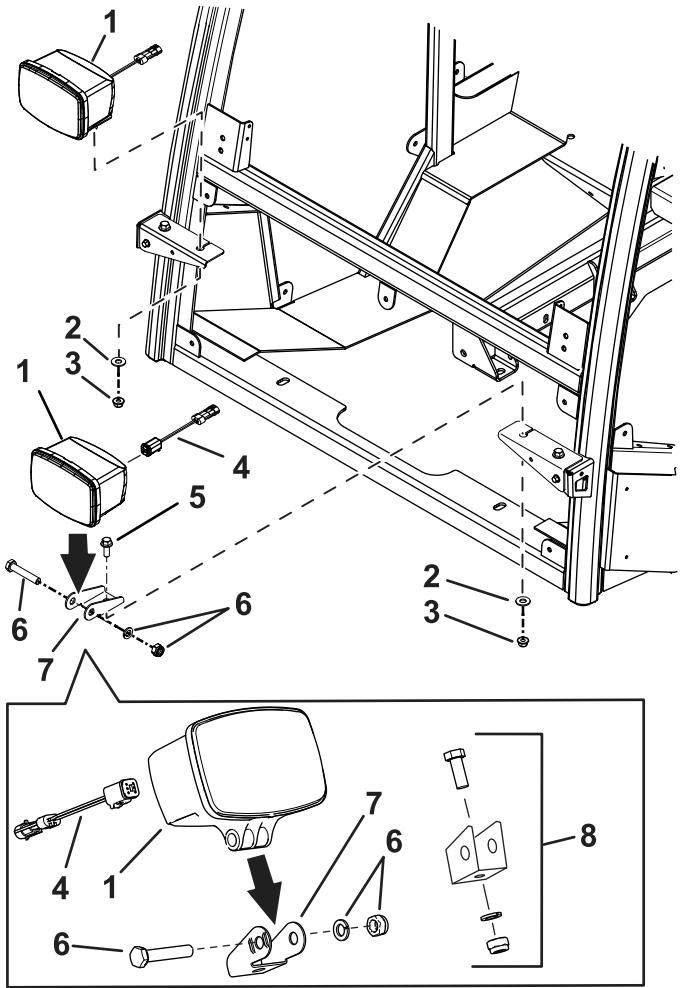
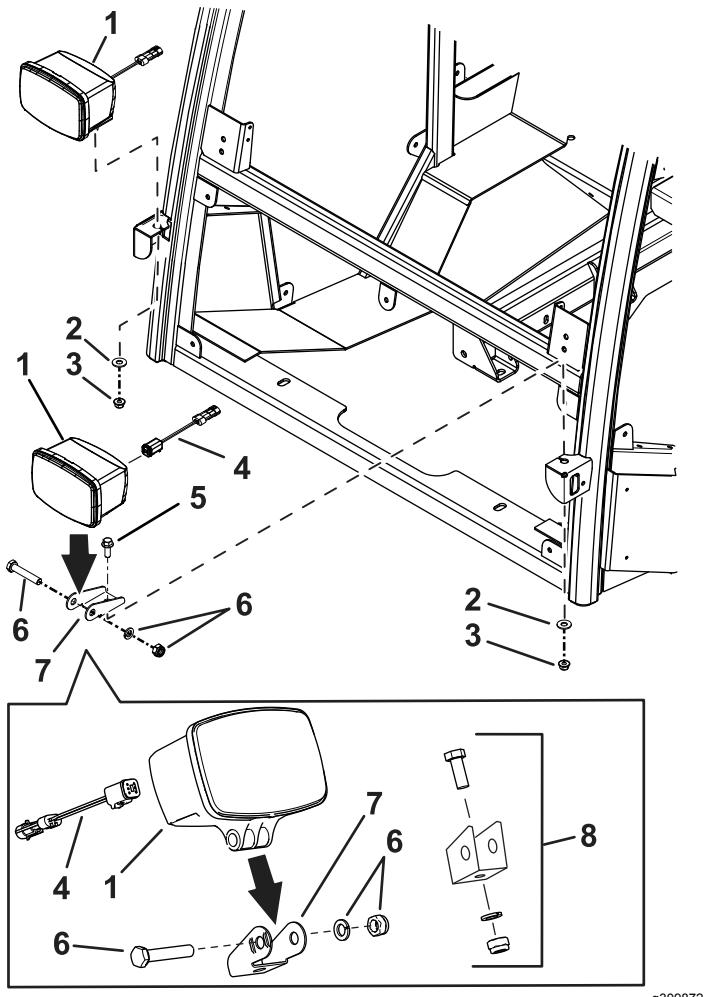

Figure 22
Figure 23
6. Retirez les fixations du phare (Figure 22 ou Figure 23).
7. Mettez au rebut le support et les fixations existants montrés à la Figure 22 et la Figure 23.
8. Montez le nouveau support à l'aide des fixations du phare (Figure 22 et Figure 23).
9. Montez les phares sur la machine, comme montré à la Figure 22 et la Figure 23.
10. Branchez le faisceau court à l'arrière du phare (Figure 22 ou Figure 23).